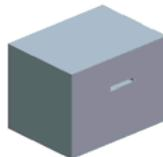

图 13.13 着色后的体积块
(1) 在系统 **为分割工件选择分型面** 的提示下，在模型中滑块分型面的位置右击，从系统弹出的快捷菜单中选择 **从列表中拾取** 命令。
(2) 在“从列表中拾取”对话框中选取 **面组: F8 (SLIDE_PS)** 分型面，然后单击 **确定 (①)** 按钮。
(3) 单击“选择”对话框中的 **确定** 按钮。
Step5. 系统弹出“属性”对话框，在该对话框中单击 **着色** 按钮，着色后的模型如图 13.13 所示。然后在对话框中输入名称 body_vol，单击 **确定** 按钮。